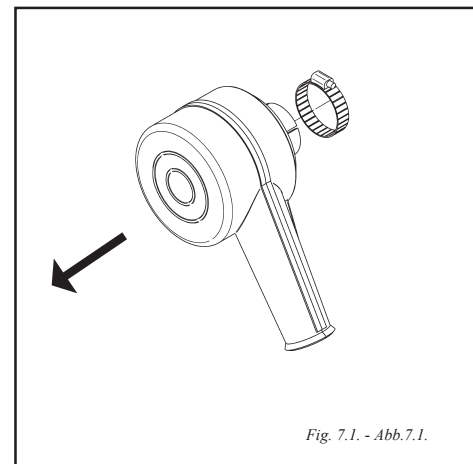

Fig. 7.1. - Abb.7.1.
- c) Change air filter element (Fig 7.1)
- d) Change air filter element (Fig 7.1)
- c) Le filtre complet, doit  tre chang  (Fig. 7.1)
- d) Le filtre complet, doit  tre chang  (Fig. 7.1)
- c) Sostituzione del filtro dell'aria (Fig.7.1)
- d) Sostituzione del filtro dell'aria (Fig.7.1)
- d) Wechseln Sie die Luftfilter. (Abb. 7.1)